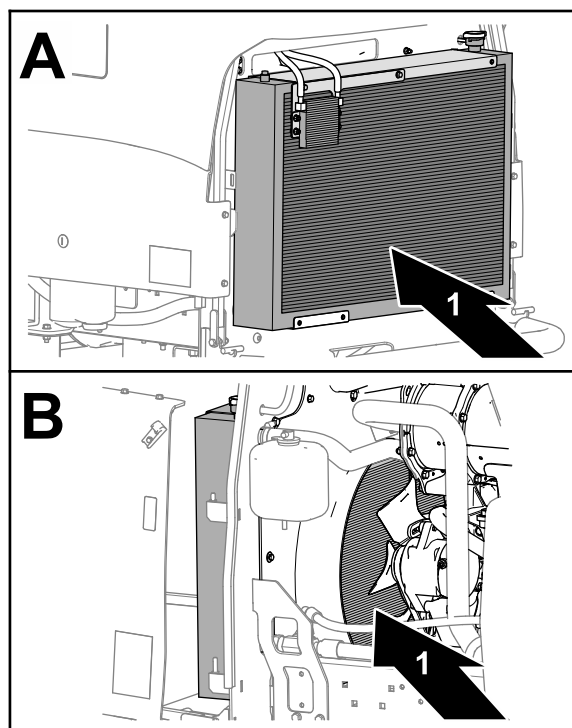

Figura 66
7. Limpe cuidadosamente ambos os lados do radiador e refrigerador de óleo com ar comprimido (Figura 66).